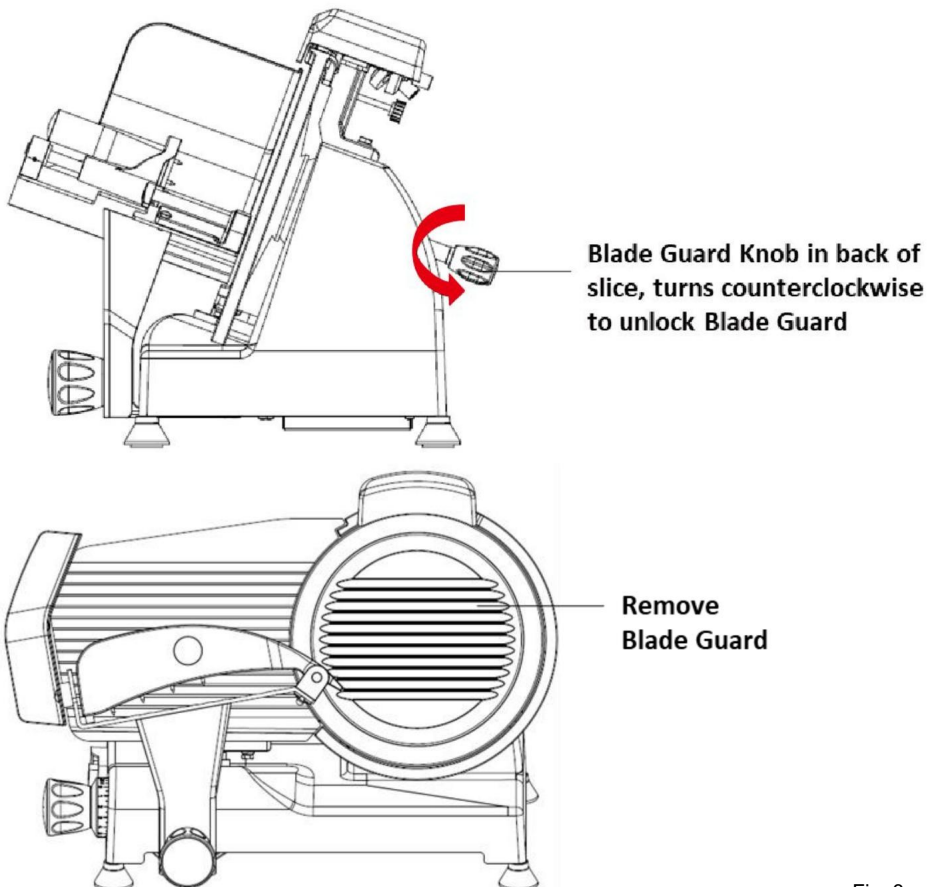

Fig. 3
5. Avec une main à plat sur le protège-lame (pièce), tournez le bouton noir du protège-lame (, situé à l'arrière de la trancheuse derrière la lame) dans le sens inverse des aiguilles d'une montre jusqu'à ce que le protège-lame () soit libéré. (Voir la Fig. 3)
6. Retirez les trois vis cruciformes qui maintiennent la lame (pièce). (Reportez-vous à la Fig. 3) La lame est maintenant libérée de l'arbre et peut être retirée en tirant doucement vers l'extérieur. FAITES